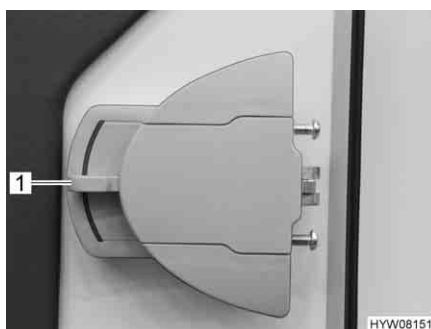

Fig. 39 Serratura della porta, lato interno
- Premere la maniglia della porta (Fig. 39,1) verso il basso.
- Ruotare la maniglia della porta (Fig. 39,1) per circa 45° verso l'alto e lasciarla in questa posizione.